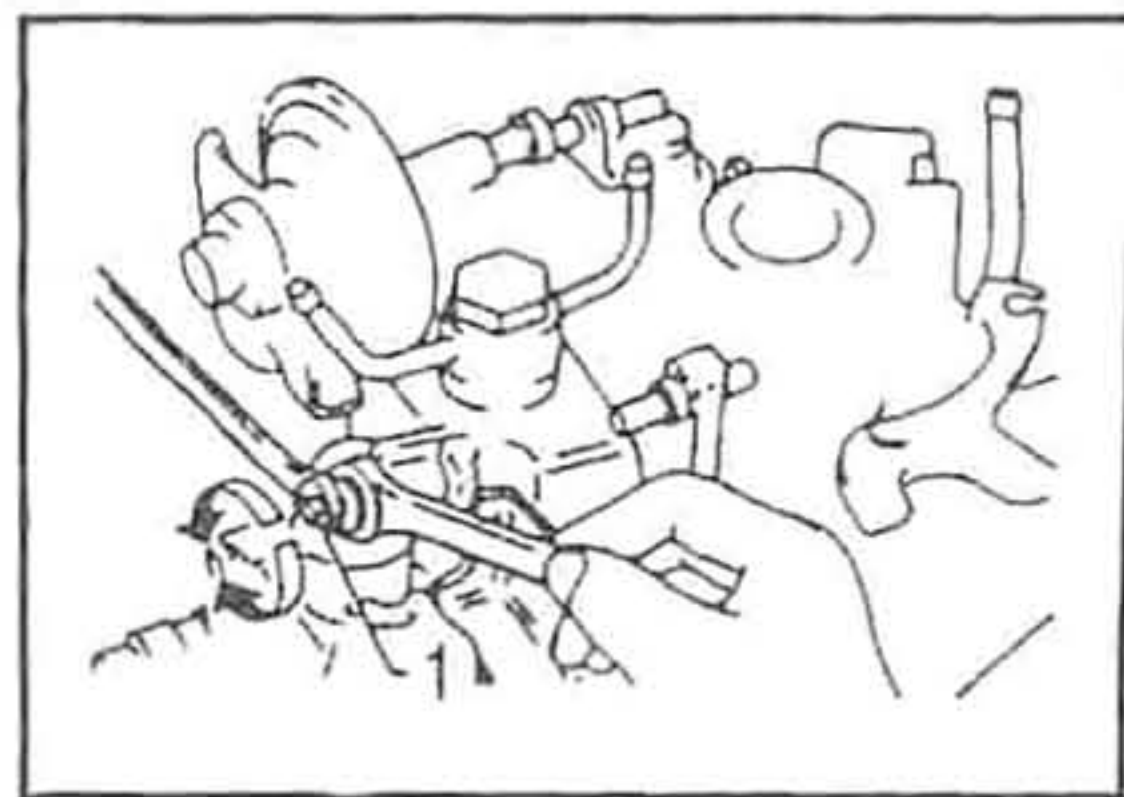

Рис. 334. 1. Винт регулировки частоты вращения коленчатого вала двигателя при полной нагрузке.
Для проверки и ПРЕДВАРИТЕЛЬНОЙ УСТАНОВКИ ОБЪЕМА ВПРЫСКА ПРИ ПОЛНОЙ НАГРУЗКЕ установите рычаг управления насосом в положение полной нагрузки, винт регулировки максимальных оборотов - в крайнее левое положение, запустите электромагнитный клапан отсечки подачи топлива. Установите частоту вращения, соответствующую режиму полной нагрузки (например, 1200 об/мин), и проверьте объем топлива, впрыскиваемого насосом за определенное количество ходов плунжера (например, за 200 ходов). Если полученная величина не соответствует требованиям для данного насоса, отрегулируйте вращением регулировочного винта полной нагрузки (1) (рис. 334).
Если объем впрыска не соответствует требованиям спецификации для конкретной модели, отрегулируйте винтом полной нагрузки (см. рис. 334).